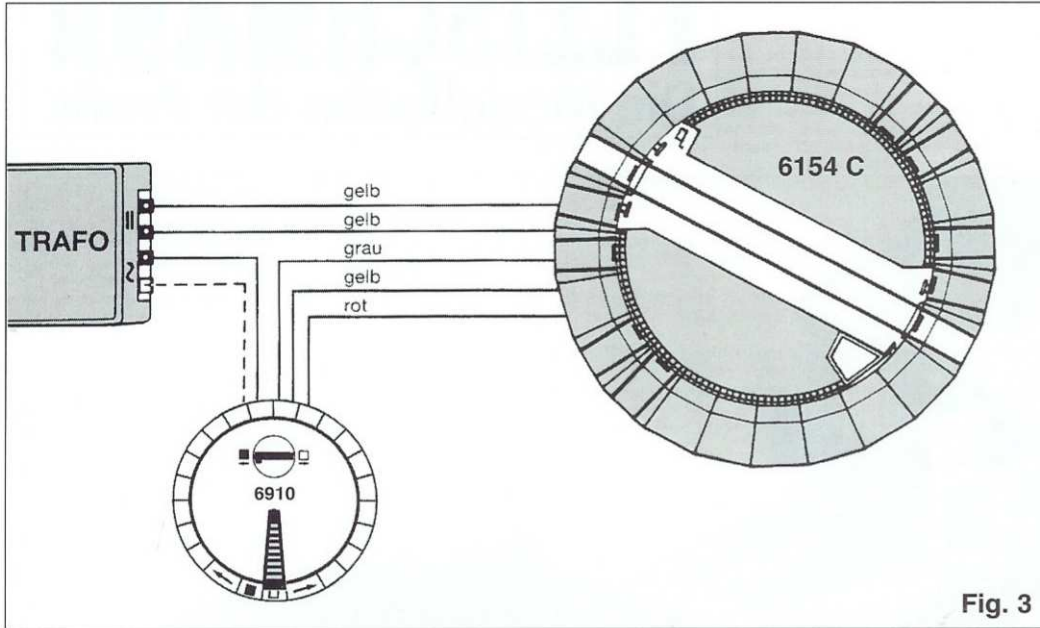

Fig. 3
anderen Gleise bleiben stromlos, so dass jederzeit Lokomotiven abgestellt werden können. Während des Drehens der Bühne muß der Fahrstrom ausgeschaltet bleiben. Bei digitalem Betrieb der Anlage darf die gelbe Zwillingslitze nicht an den digitalen Trafo, sondern muß an das lila und lila/weiße Kabel der Steuergeräte 6800, 6802, 6803 (C) angeschlossen werden (Fig. 3).
**Connecting current to the platform:** The twin yellow wires of the turntable should be connected to the clips for the D.C. on the transformer. Current for the rail itself depends on the position of the platform. Thus only the line from the turntable is provided with current. All the other lines remain without current, making it possible to leave locos there. Current must be turned off when the Platform is being turned. If operating the layout digitally, then the twin wires should not be connected to the digital transformer, but connected to the lilac and lilac/white of the controller 6800, 6803 (C) or 6802. (fig. 3).
**Multi-commande digitale:** Le câble bipolaire jaune ne doit pas être raccordé au trafo digital, mais on peut raccorder au câble violet et au câble blanc/violet des postes de commande 6800, 6803 (C) ou 6802 (fig. 3).
**Rijstroomaansluiting van de brug:** Het gele dubbelsnoer van de draaischijf wordt aan dezelfde kleur klemmen van de **gelijkstroomaansluiting** = aan de regel-transformator aangesloten. De rijstroomtoevoer aan de afzonderlijke rails gebeurt over de brug, afhankelijk van de plaats van de brug. Er worden daarom alleen die rails met stroom voorzien, in welke richting de brug staat. Alle andere rails blijven stroomloos, zodat op elk moment lokomotieven uitgeschakeld kunnen worden. Tijdens het draaien van de brug moet de rijstroom uitgeschakeld blijven. In geval van digitaal bedrijf van de modelspoorweg mogen beide gele draden niet met de digitale trafo, maar uitsluitend met de lila en de lila/witte draden van het regelapparaat 6800, 6803 (C) of 6802 worden verbonden (Fig. 3).